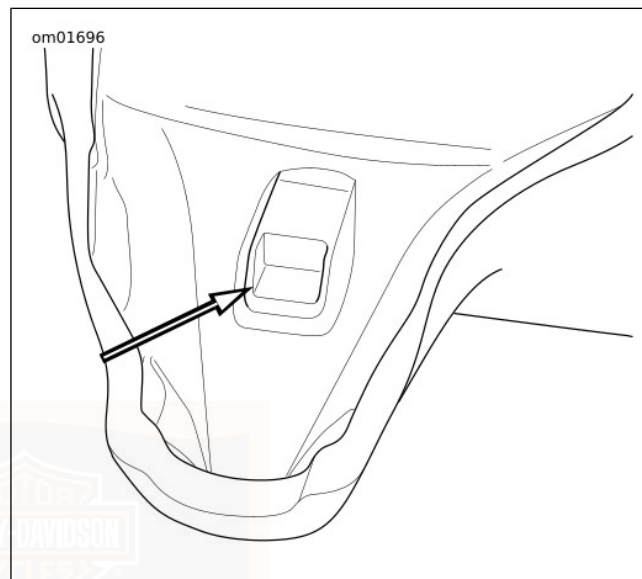

Figure 99. Fente de montage de la selle
1. Voir Figure 99. Placer la selle sur le tube central du cadre.